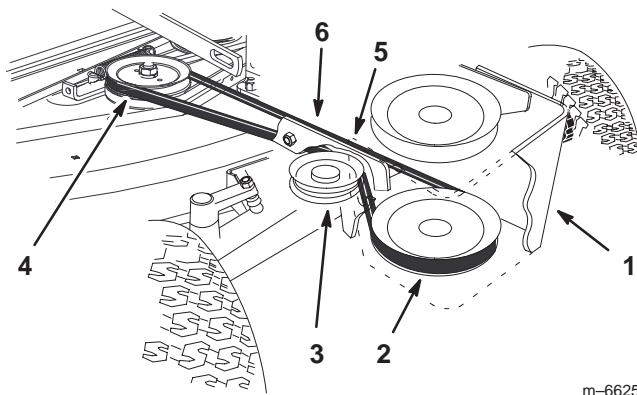

Bild 9
2. Legen Sie den Mähwerktriebriemen auf die mittlere Riemenscheibe des Mähwerks (Bild 9). Vergewissern Sie sich, dass er auf der oberen, mittleren Spanscheibe aufliegt.
3. Montieren Sie die Mähwerktriebriemen auf die untere Riemenscheibe und die untere Spanscheibe im Riemenumlenkblock (Bild 9).